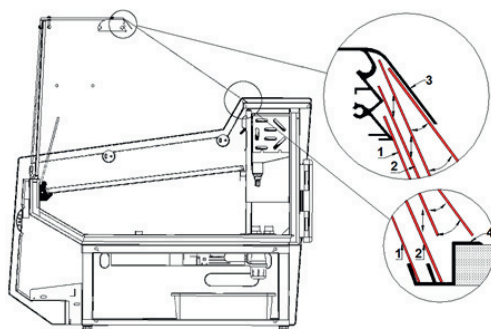

Figura 5. Montaggio/smontaggio delle coperture notturne
8. Montare le coperture notturne come indicato nella Figura 5 (p. 5)